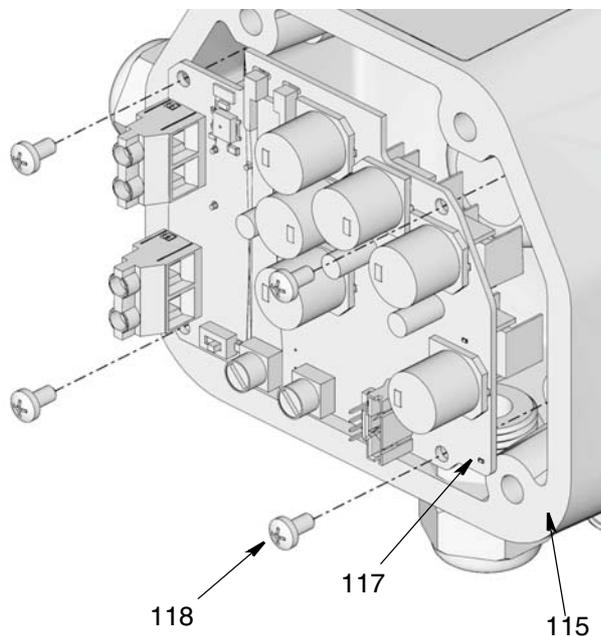

Рис. 66
9. Выкрутите винты (118), которые прикрепляют плату управления электродвигателем (117) к корпусу (115) (Рис. 66).